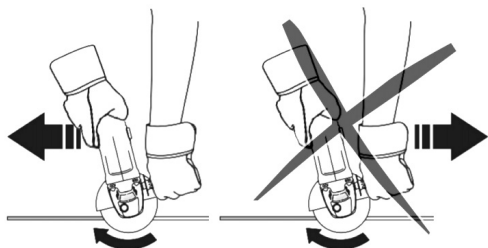

Fig. 9 – Sentido de corte correcto
7. El corte debe ser realizado en la dirección de la Fig. 9.